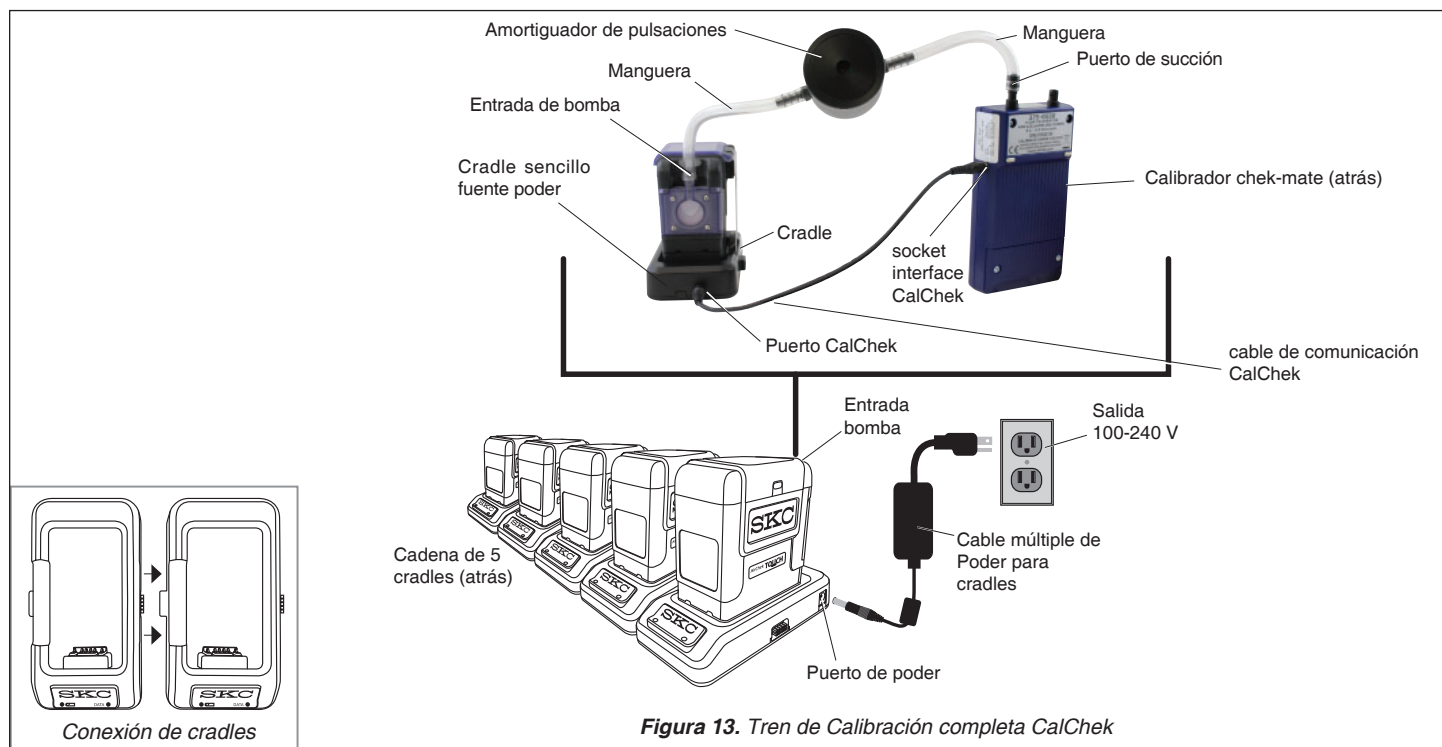

Figura 13. Tren de Calibración completa CalChek
Calibración completa CalChek, también conocida como Calibración completa o de puntos múltiples CalChek, ésta se usa para calibrar el sistema de compensación de la bomba, a través del rango operacional de flujo después de su mantenimiento o reparación. Para llevarla a cabo se requiere un calibrador chek-mate con comunicador CalChek (Cat. No. 375-0550N), 1 estación de carga estándar “cradle” (Cat. No. 220-800) o 1 “e-Cradle” (Cat. No. 220-900), Cable de Comunicación CalChek (Cat. No. 375-200), y amortiguador de Pulsaciones (Cat. No. 375-100). Esta calibración se desarrolla **SIN** medio de muestreo en línea; el amortiguador de Pulsaciones se usa en el lugar del medio de captura. *Vea Figura 13.*
2. Ensamble el Tren de calibración (vea Figura 13).
4. Asegure que el tren de calibración **No tiene medio de captura, en su lugar deberá estar el amortiguador de pulsaciones** (vea Figura 13). Toque paloma ✓ para aceptar la selección CalChek.